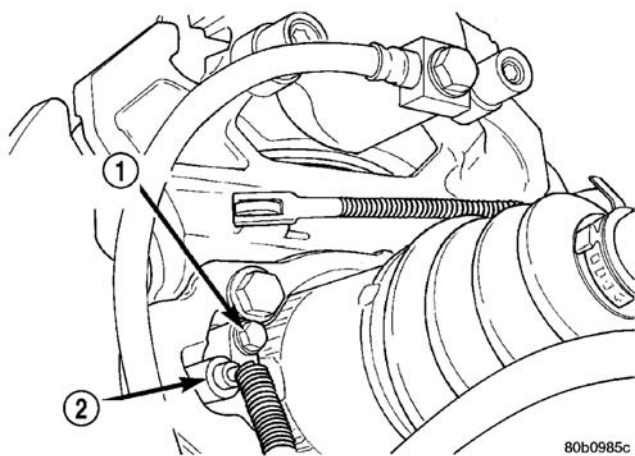

图 19 轮速传感器
- （14）在外等速万向节的短轴上安装锁紧螺母和开口销（图 19）。